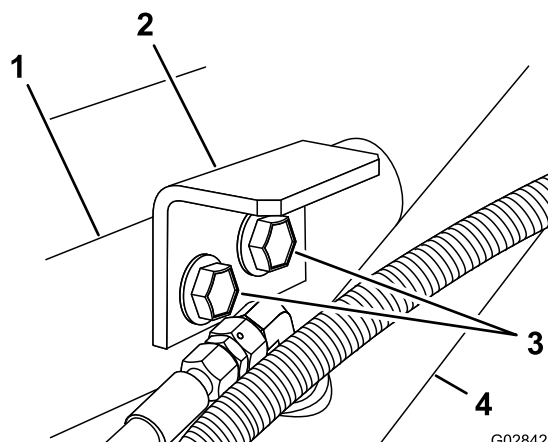

Figura 7
3. Monte os suportes de fixação ao suporte de apoio e estrutura utilizando os dois parafusos de cabeça flangeada que retirou no passo 1 (Figura 7).